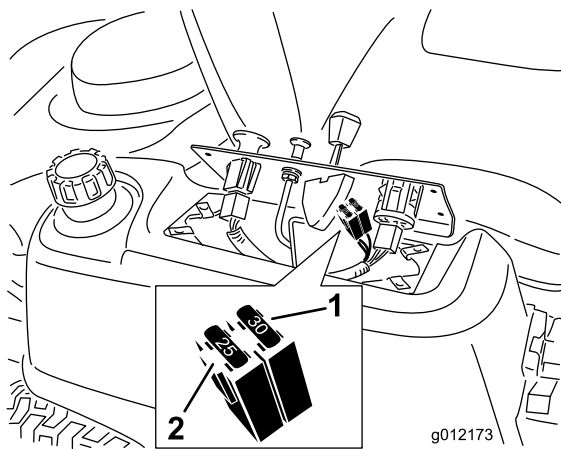

Figure 39
2. Soulevez le panneau de commande pour accéder au faisceau de câblage principal et à la boîte à fusibles (Figure 39).
3. Pour remplacer un fusible, tirez dessus pour l'enlever (Figure 39).